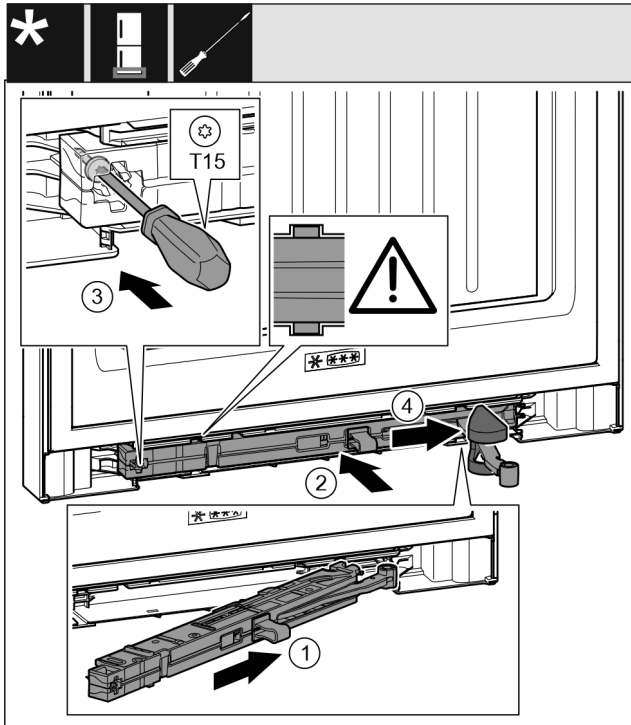

Fig. 40
- ▶ Під нахилом просуньте демпферний вузол Fig. 40 (1) з боку опорного кронштейна в отвір до упору.
- ▶ Повністю вставте демпферний вузол Fig. 40 (2) в отвір.
- ▶ Закрутіть гвинт Fig. 40 (3) за допомогою викрутки.
- ▶ Встановіть кришку Fig. 40 (4) на місце з'єднання.